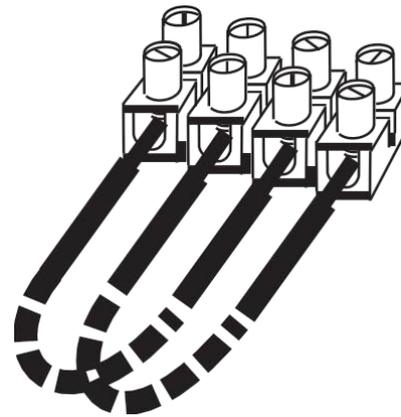

Fig. 11: Conexión temporal del lazo
En esta fase, no se debe conectar ninguna base aisladora ni ningún otro módulo, ni instalar los detectores. La razón para no hacerlo es para prevenir los daños que pueden provocar las pruebas de aislamiento de alta tensión. Utilice conectores desmontables (Fig. 11) para las conexiones temporales, a fin de preservar la continuidad. Para obtener más detalles sobre la conexión, consulte los folletos específicos o las etiquetas que se suministran con los productos.
- 3 Conecte los extremos de los cables del lazo a una regleta de conectores con terminales de tornillo, tal como se muestra en la Fig. 11. Deje los cables sueltos dentro de la central.
- 4 Retire las conexiones temporales que ha realizado al bloque de conectores. Consulte la Fig. 11.